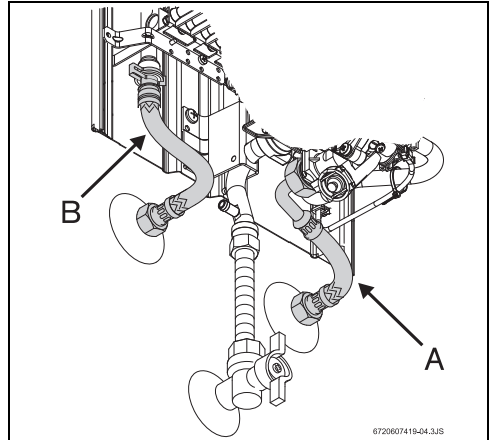

Fig. 11 Conexión del agua
- ▶ Identificar el tubo de agua fría (Fig. 11, pos. A) y el tubo de agua caliente (Fig. 11, pos. B), para evitar cualquier conexión equivocada.